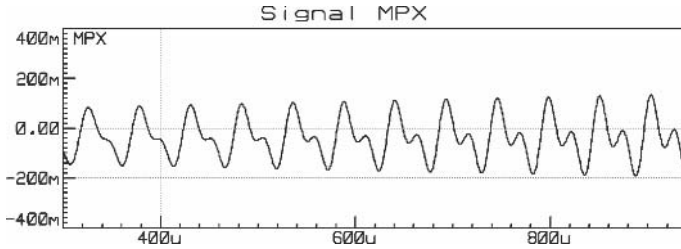

Figure 7.11
**Tentatoo** – C'est parce qu'on ne voit pas bien le détail. Si on dilate l'échelle du temps, voici ce que l'on obtient pour des signaux 19 kHz et 38 kHz en phase, **figure 7.11**. Comme vous pouvez le constater, ce n'est ni plus ni moins qu'un simple mélange des deux signaux.